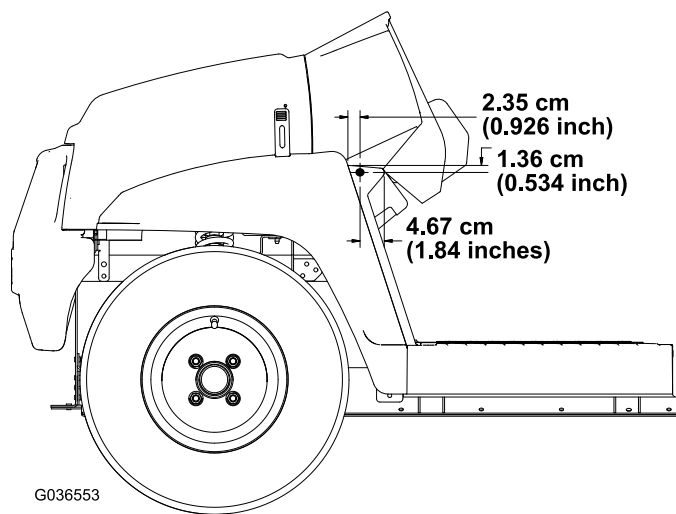

Figura 4
3. Utilizando as dimensões indicadas na Figura 4, faça 1 furo ($\frac{5}{16}$ ") no exterior da placa dos pés nos lados esquerdo e direito da máquina.